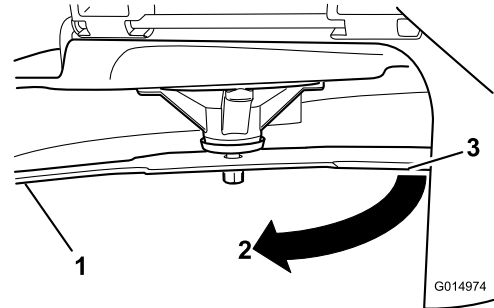

Figura 60
4. Rotii aceeași lamă la 180 de grade, astfel încât marginea de tăiere opusă să se afle acum în aceeași poziție (Figura 60).